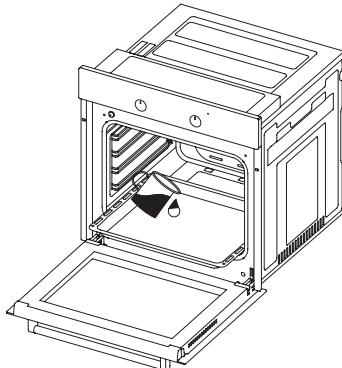

Imagen 1
2. Vierta medio litro de agua en la bandeja grasería, como se muestra en la imagen 1